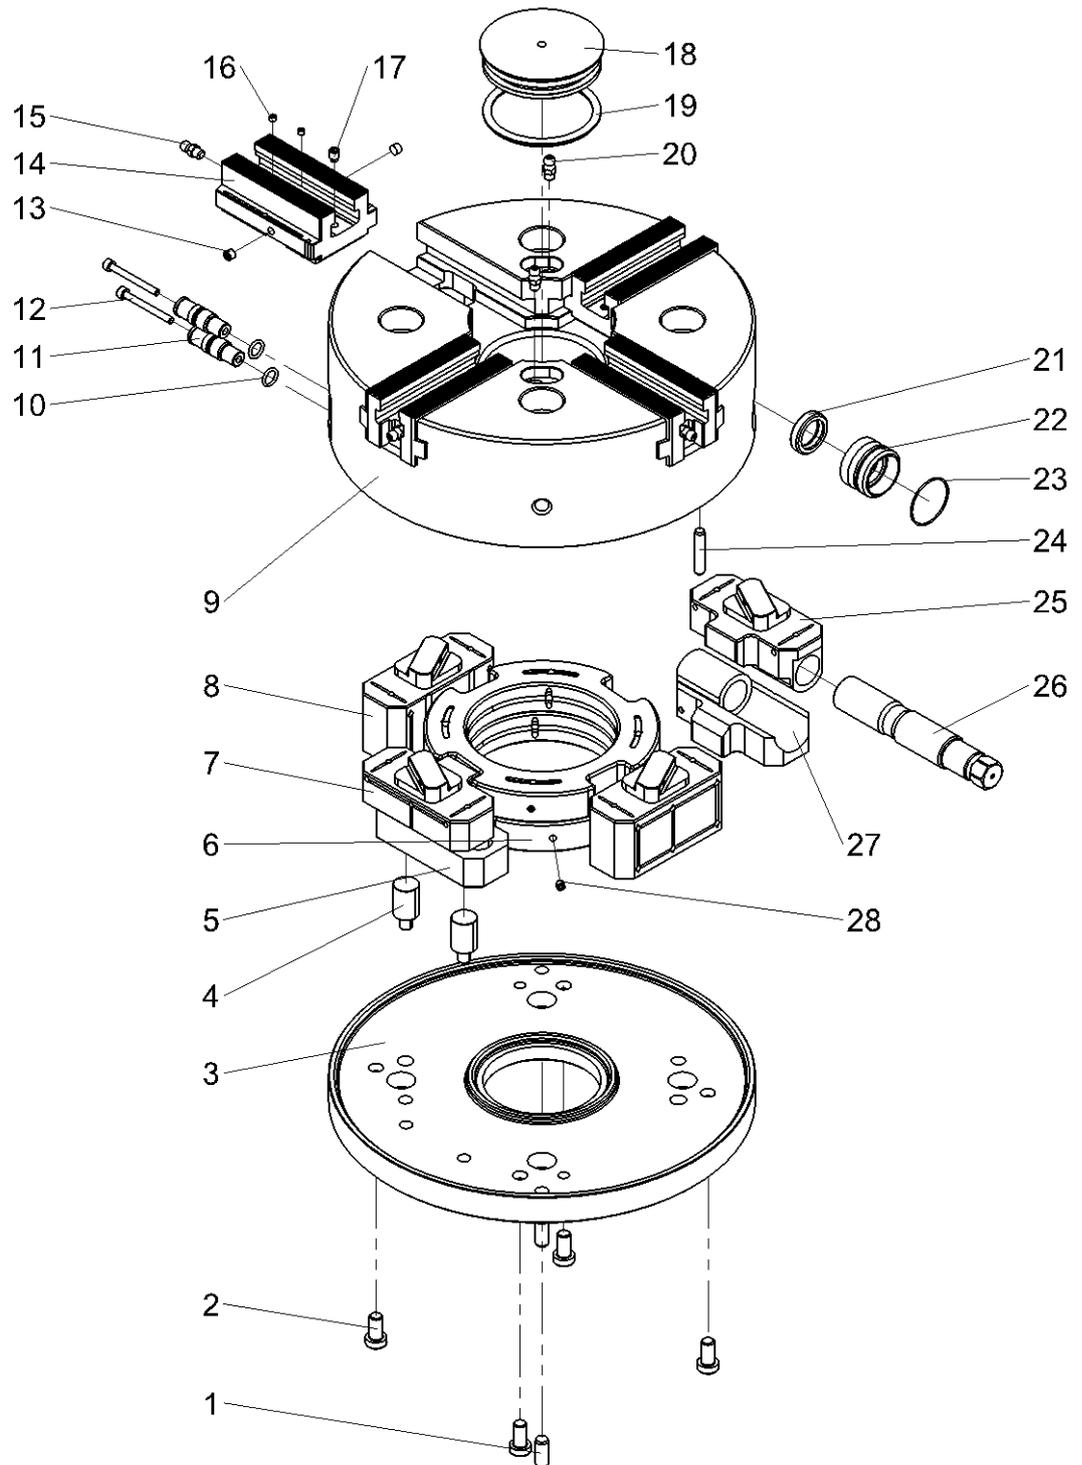

Abb. 8-1: Ersatzteile (VM021 - VM040)
- Schritt 1** Suchen Sie in der Abbildung 8.1 das gewünschte Ersatzteil.
Schritt 1 Suchen Sie in der Abbildung 8.1 das gewünschte Ersatzteil.